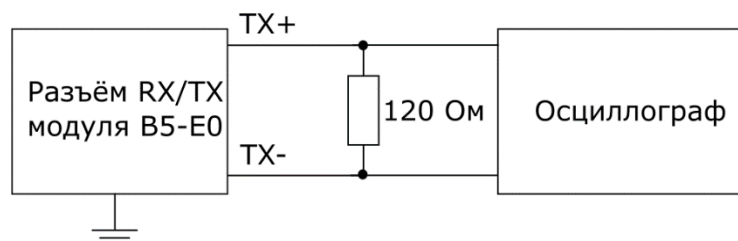

Рисунок 10.3. Схема подключения
Определение параметров выходных импульсов выполняется для режима сонаправленного и противонаправленного стыка в соответствии со схемой, приведённой на рис. 10.3.
1. Анализатор подключают в соответствии со схемой на рис. 10.3.